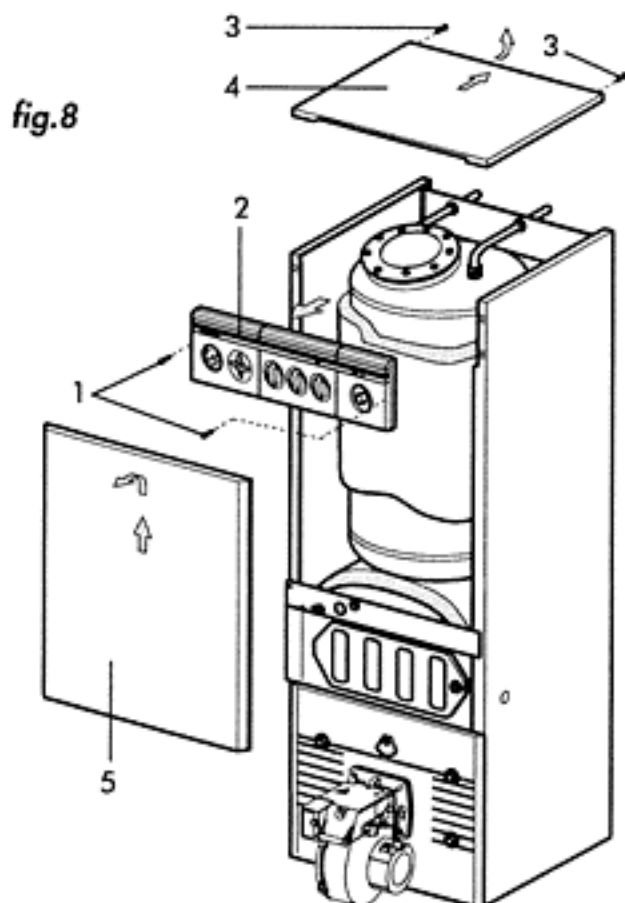

fig.8
- Dévisser les vis 1 et retirer le panneau 2 (fig.8).
- Dévisser les vis 3 et retirer le couvercle 4 (fig.8).
- Retirer le panneau frontal 5 (fig.8).